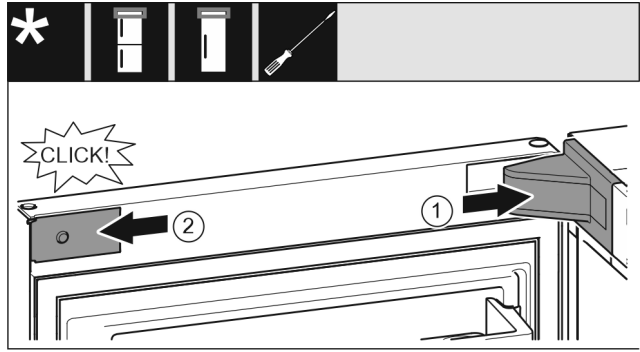

Fig. 25
- Vendosni kapakun mbulues të bazamentit mbështetës Fig. 25 (1) dhe mbërthejeni në vend, duke i ndarë nga njëri-tjetri nëse nevojitet.
- Vendosni panelin mbulues Fig. 25 (2) anash dhe mbërthejeni në vend.